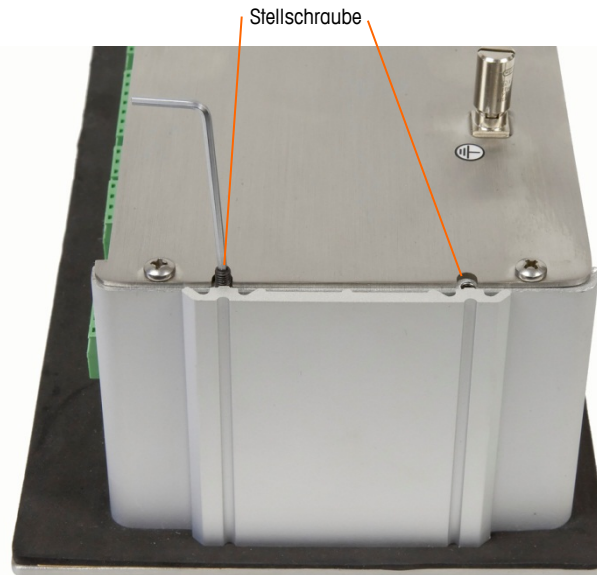

Abbildung 3-8: Klammerhalterung installiert
- Das Terminal an der Platte sichern, indem die Klammerhalterung in die Rinnen auf der Seite des IND560x-Gehäuses eingeführt und die vier Innensechskantschrauben eingebaut werden (siehe Abbildung 3-8). Alle vier Stellschrauben sollten auf 0,55 Nm (5 in-lbs) festgezogen werden.